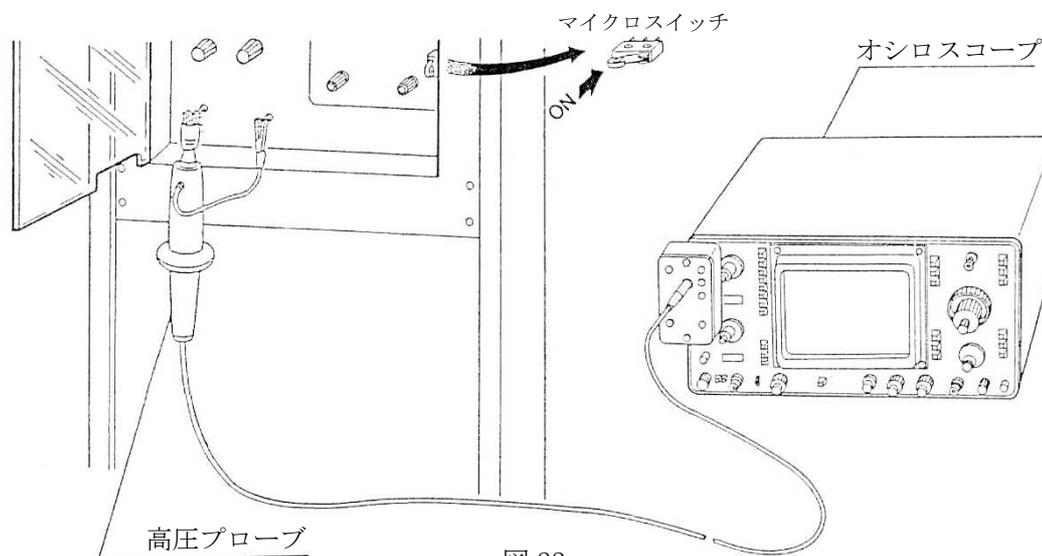

図 22
3. 各機器を図 22 のように接続し、アクリル扉を閉めます。